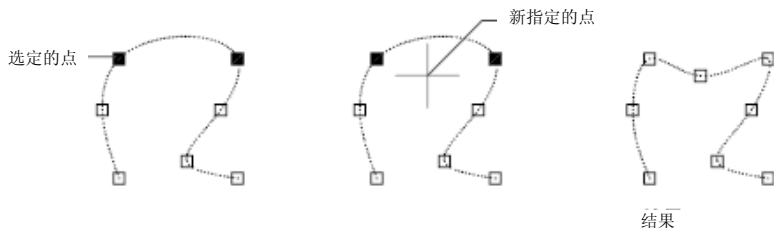

图 3-23 添加拟合点
(1) 添加 (A)：在样条曲线中增加拟合点，如图 3-23 所示。选择点之后，在样条曲线上将亮显该点和下一点，并将新点置于亮显的点之间。使用“放弃”选项删除增加的最后一点。在打开的样条曲线上选择最后一点只亮显该点，并且该命令会将新点添加到最后一点之后。如果在打开的样条曲线上选择第一点，可以选择将新拟合点放置在第一点之前或之后，并且此时命令行显示：